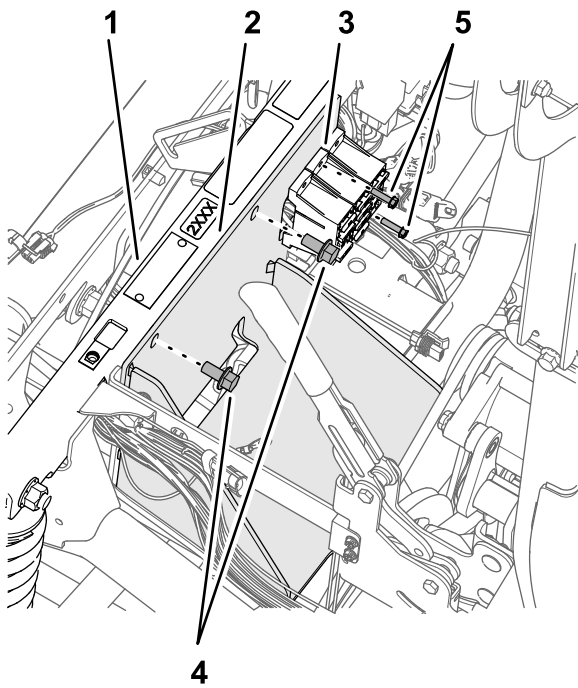

Figura 176
2. Monte el soporte de la batería en el tubo del sujeción del amortiguador (Figura 176) con los 2 pernos con arandela prensada (3/8" x 3/4") que guardó en el paso 4 de Retirada de la batería (300 A) y el soporte de la batería (página 81).
4. Sujete los bloques de fusibles al soporte de la batería (Figura 176) con el perno (10-24 x 3/4") y las tuercas (10-24) que retiró en el paso 3 de Retirada de la batería \(300 A\) y el soporte de la batería (página 81).